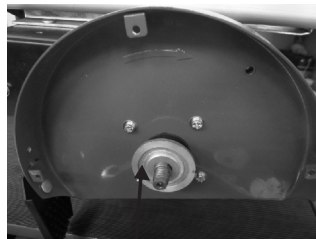

Рис. 6
3. Снимите старый диск. Установите на внутренний фланец (5) (рис. 6) шпindel новый алмазный диск. Стрелки направления вращения на диске должны соответствовать направлению стрелки на защитном кожухе.